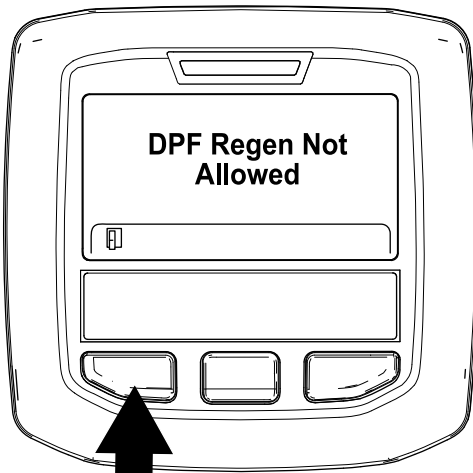

Bild 45
- Wenn der Motorcomputer die Regenerierung nicht zulässt, wird die Meldung „DPF Regen. Not Allowed“ im InfoCenter angezeigt (Bild 45). Drücken Sie die linke Taste, um den Homebildschirm anzuzeigen.